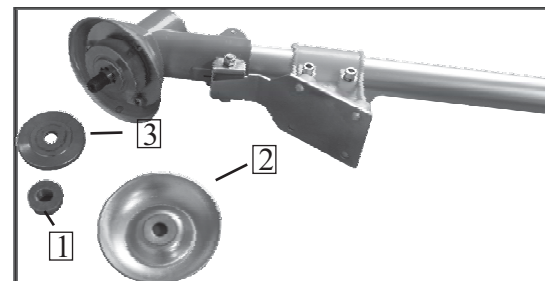

рис. 5
6.4 Установка режущего ножа (рис.5)
6.4.1 Открутите гайку крепления ножа 1 (рис.5), поворачивая её по часовой стрелке.
6.4.2 Снимите нижнюю крышку 2 (рис.5) и прижимную шайбу 3 (рис.5) ножа со штанги гибкого вала.
6.5.1 Открутите гайку крепления ножа 1 (рис.5), поворачивая её по часовой стрелке.
6.5.2 Снимите нижнюю крышку 2 (рис.5) и прижимную шайбу 3 (рис.5) ножа со штанги гибкого вала.